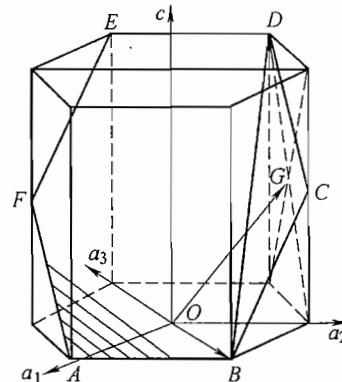

图 34-2 第四题第 2 小题解答图
2.  $(10\bar{1}2)$  晶面与六方晶系的完整晶胞的交线如图 34-2 所示, 其中画影线的晶面就是  $(10\bar{1}2)$  面, 它与晶胞的交线为 ABCDEF。